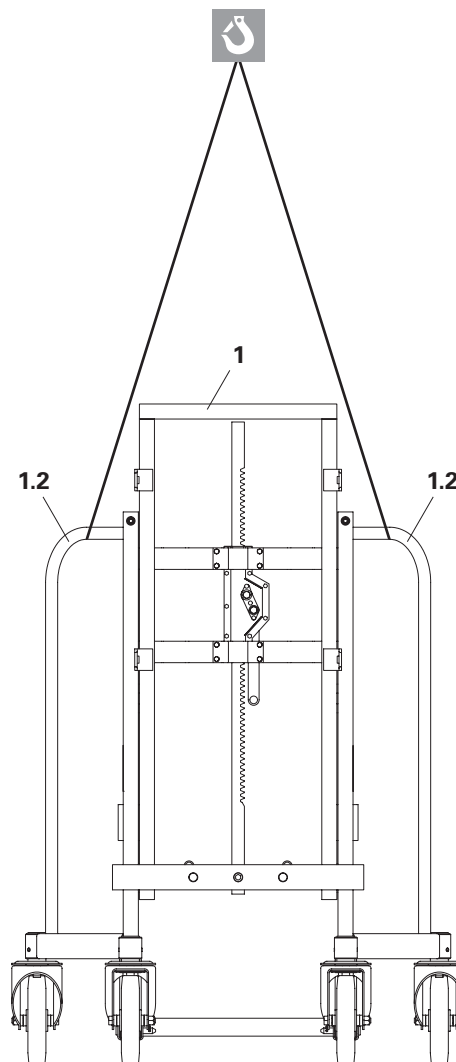

Fig. 29
- ⇒ Non fissare i mezzi di ancoraggio al telaio di sollevamento (1).
1. Abbassare completamente il telaio di sollevamento (1) della struttura principale.
3. Bloccare il carrello con verricello a cremagliera per impedire il rotolamento. (Fig. 29)